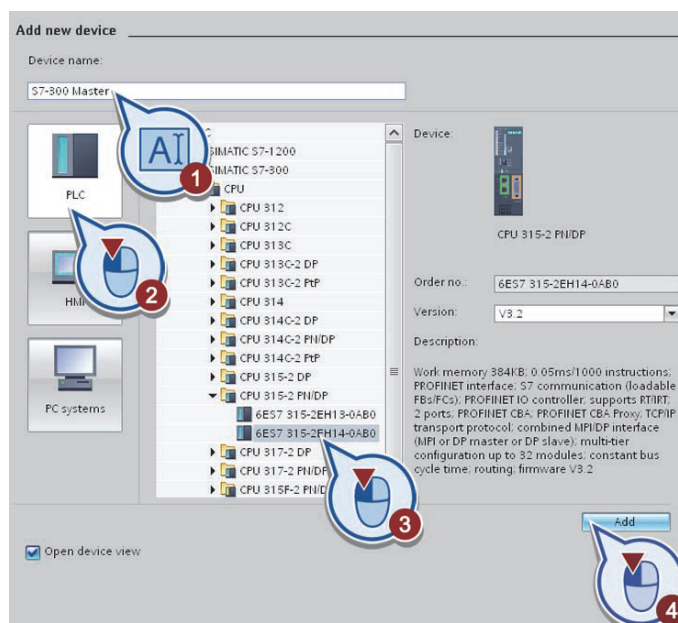

Рис.1.5. Создание процессора
– нажмите кнопку «Add», (либо двойной щелчок по «6ES7 315-2EH14-0AB0») (рис. 1.5).